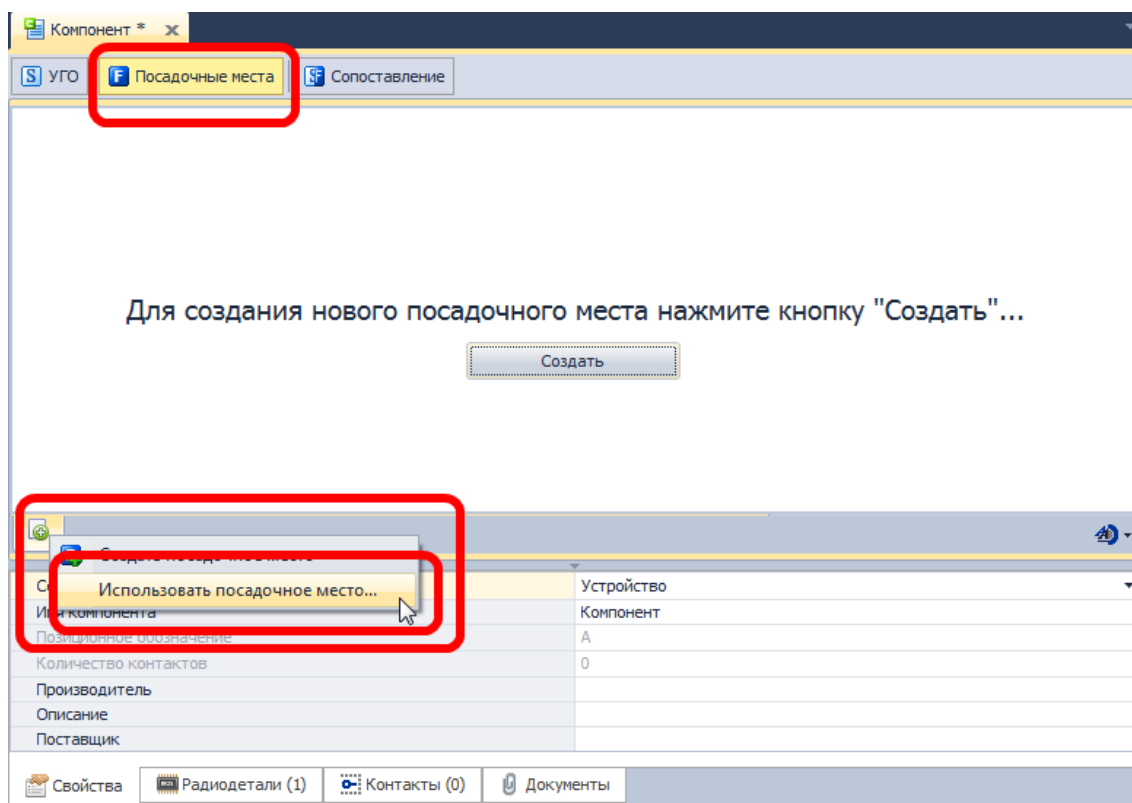

Рис. 268. Запуск выбора готового посадочного места
2. Выбрать пункт «Использовать посадочное место» в контекстном меню, вызываемом на кнопке «Создание/Использование посадочных мест» , см. Рис. 268.